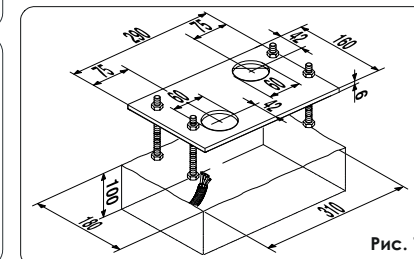

Рис. 7
3. Подготовьте постамент для основания так, как показано на рис.7 и укрепите пластину основания, снабдив одним или